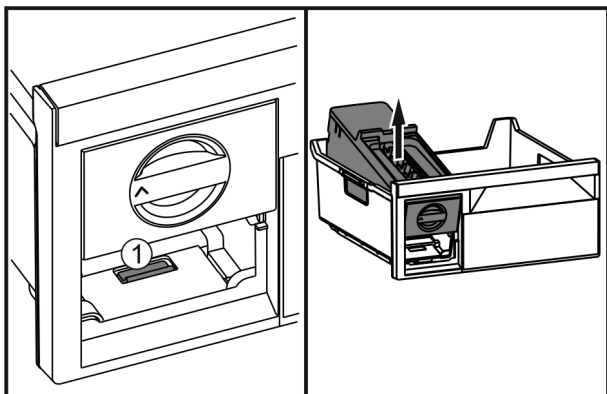

Fig. 56
- ▶ Trykk på bøylen Fig. 56 (1), løft opp EasyTwist-Ice bakfra og ta den ut av innfrysingsskuffen.